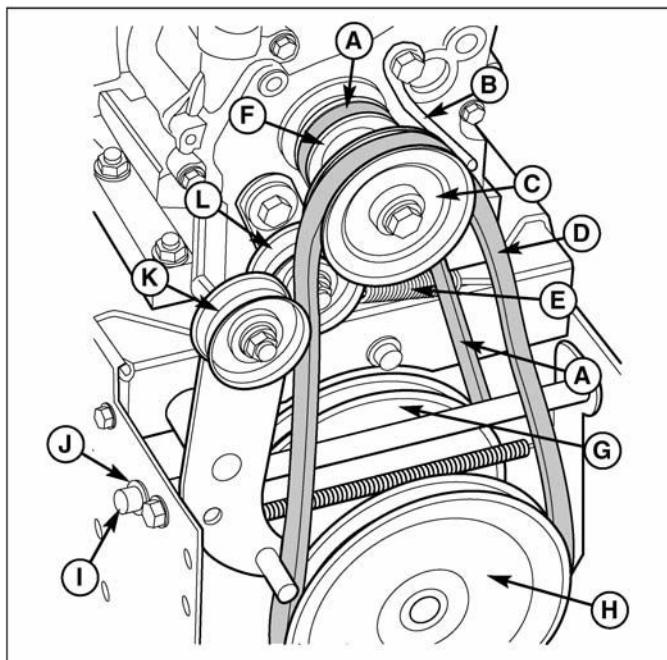

Рис. 29. Шкивы и ремни
5. Ослабьте направляющую ремня (B, рис. 29). Потяните направляющую в направлении от шкива шнека (A).
6. Потяните холостой шкив шнека (K) от ремня (D) и снимите ремень со шкива.
7. Снимите ремень привода шнека (D) со шкива двигателя. Чтобы снять ремень, шкив шнека (C) можно частично повернуть.
13. Снимите старый ремень привода шнека (D, рис. 29) со шкива крыльчатки. Замените ремень на оригинальный новый, приобретенный у дилера.
14. Установите новый ремень привода шнека (D) на шкив крыльчатки.
19. Установите ремень привода шнека (Д, рис. 29) на шкив крыльчатки (Н).
3. Снимите пружину сцепления (Е, рис. 29).
4. Снимите стопорное кольцо (J, рис. 29) с одного конца оси качающейся пластины (I).